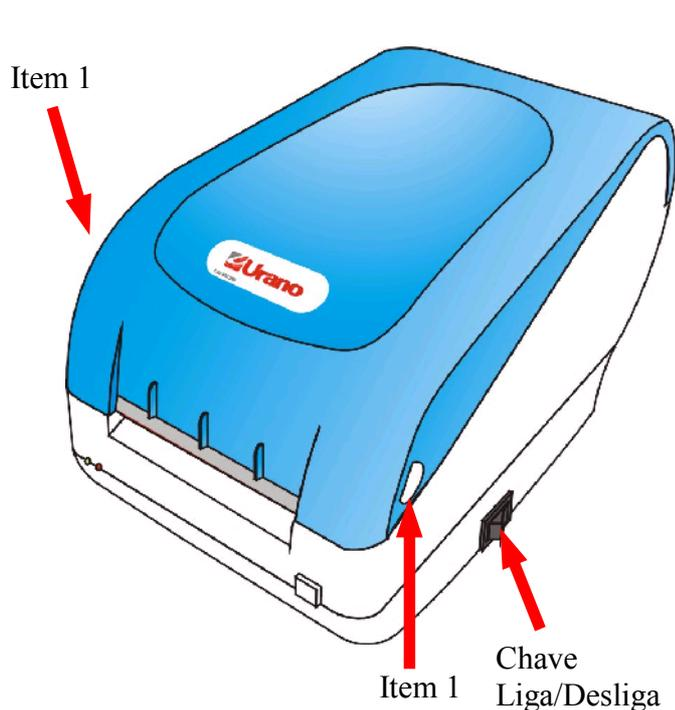
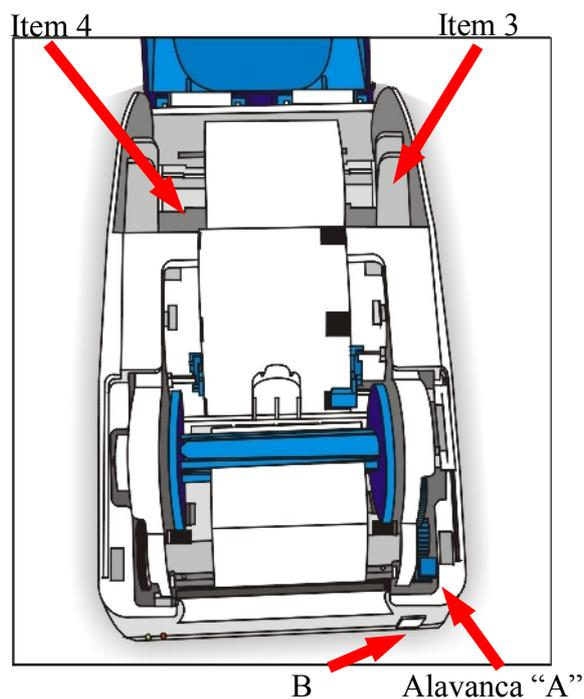
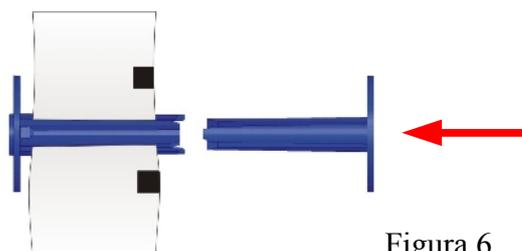

Figura 4
Figura 5
Figura 6
- 1) Abra a tampa superior da impressora para a colocação do rolo de etiquetas, pressionando os botões que se encontram nos cantos da tampa, conforme item 1 da figura 4.
- 3) Coloque a nova bobina no suporte da bobina de papel, item 4 da figura 5, passando o suporte no centro da bobina de papel.
- 4) Coloque o suporte com a nova bobina no compartimento da bobina do papel, item 3 da figura 5.
- 5) Introduza o papel na parte traseira do mecanismo, até sair pela frente do mesmo. Para este procedimento, certifique-se que a alavanca esteja liberada (alavanca "A" para cima). Prenda a ponta o papel no rolo rebobinador, figura 6, colocando-o entre os fixadores do rolo, enrole a sobra de papel girando o suporte com as mãos, recolque-o no mecanismo e trave a alavanca, empurrando-a para baixo. Pressione e solte o botão "B" de avanço "figura 5", até esticar o papel.
Para trocar o rolo de etiquetas será necessário remover o liner usado na impressora. Para isso, abra a caixa da impressora pressionando os botões da lateral do equipamento, item 1 da figura 4. Solte a alavanca “A” (figura 5) movimentando-a para cima. Retire o rolo rebobinador da impressora, desencaixando-o para remover o liner usado. Após este procedimento, siga os passos do item 1.6 “Colocação do rolo de etiquetas”.